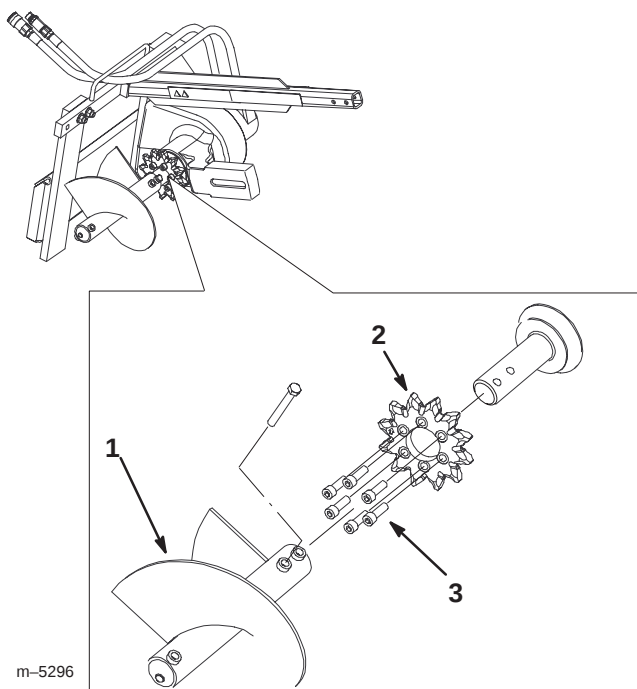

Figura 8
11. Fate scorrere la nuova ruota sull'albero come illustrato nella figura 8.